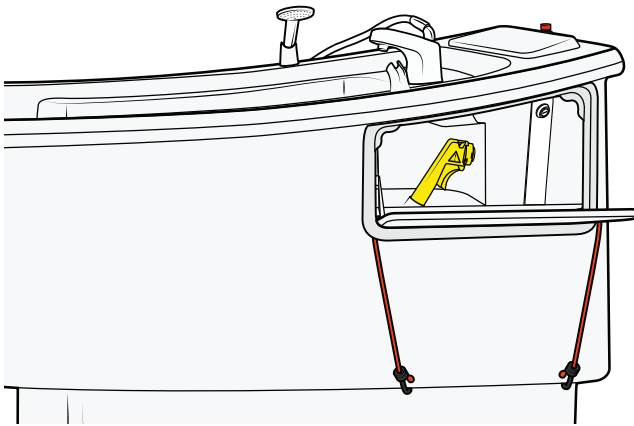

Figure 99
2. Fixez la trappe de désinfection en position ouverte pour éviter de rayer les caches intérieurs, le cas échéant. Voir Figure 99.
9. Revenez à la tête, retirez les deux écrous (D) qui maintiennent le cache extérieur. Voir Figure 99.